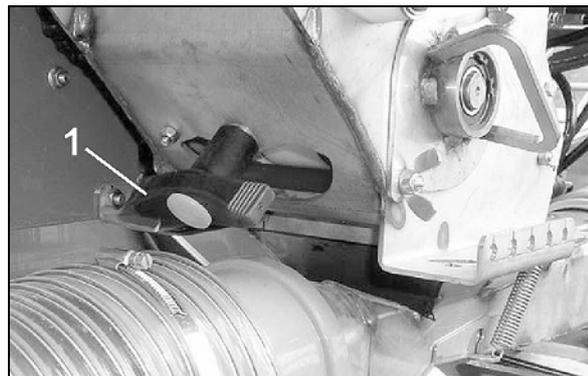

Fig. 124
- Ouvrez la trappe de reliquat en tournant la poignée (Fig. 124 / 1).
- Fermez la trappe de vidange de reliquat (Fig. 124) et fixez l'auge d'égalonnage sur le support de transport.